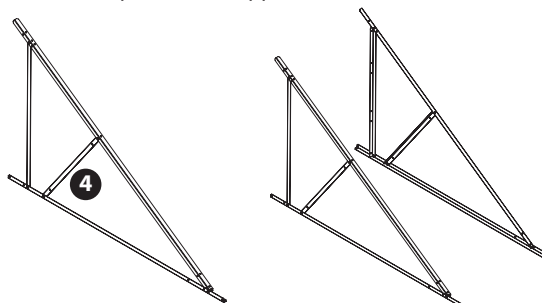

Figura 2.3
- 3 Avvitare la barra **4** alla barra **1** e **2** in modo da formare una diagonale e stringere tutti i bulloni (Figura 2.3). Ripetere i punti 1, 2 e 3 per le altre coppie di barre.